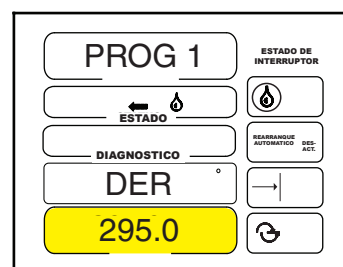

Figura 74-2
4. Fije el ángulo derecho del sector. Vea la Figura 74-2.